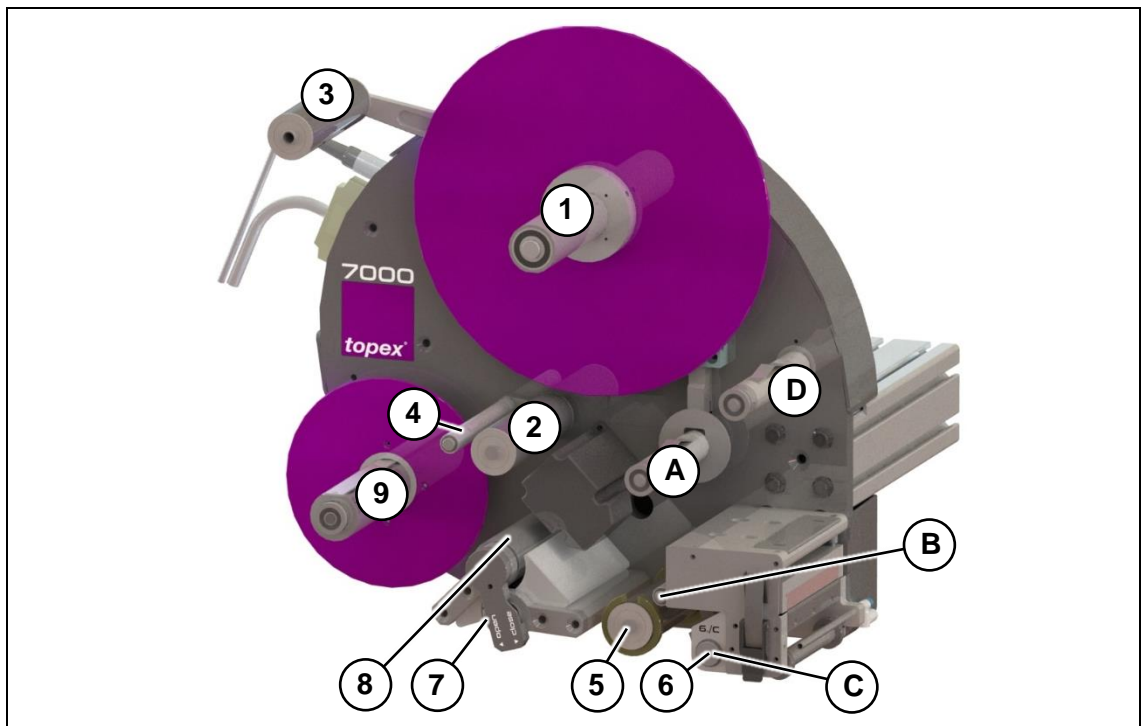
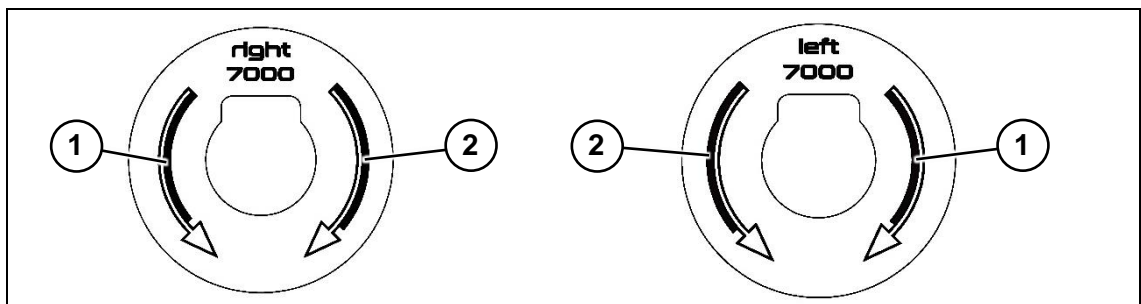
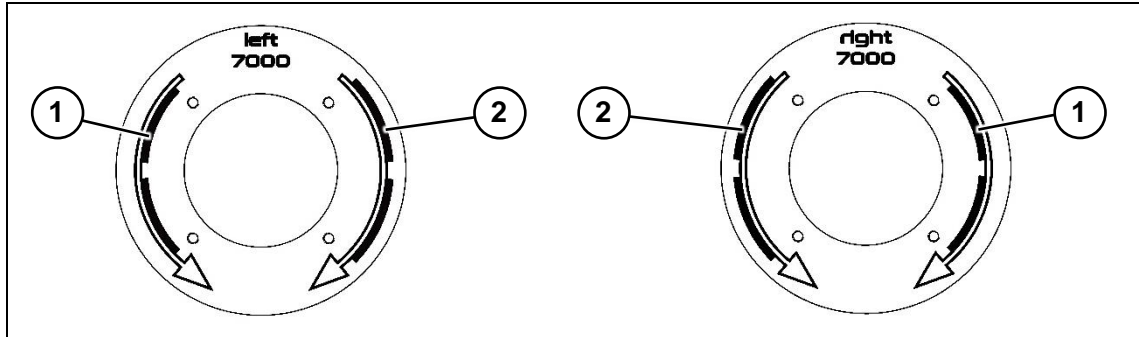

Abbildung 14 Beschriftung der Rollen
Abbildung 15 Anschlagring für die Transferfolie (right = rechts, left = links)
Abbildung 16 Kernträger für die Etikettenrolle (right = rechts, left = links)
Die Auf- und Abwickelrollen der Transferfolie (Abbildung 14, Pos. A und D) sind mit Anschlagringen versehen. Der Anschlagring der Rolle A ist mit der entsprechenden Laufrichtung und Ausführung beschriftet (innengewickelt - Abbildung 15, Pos. 1 oder außengewickelt - Abbildung 15, Pos. 2) siehe Einfädelschema, welches dieser Dokumentation beiliegt.
Die Abwicklung (Abbildung 14, Pos.1) der Etikettenrolle ist mit einem Kernträger versehen. Dieser ist mit der entsprechenden Laufrichtung und Ausführung beschriftet. (innengewickelt - Abbildung 16, Pos. 1 oder außengewickelt - Abbildung 16, Pos. 2)
- 4 Ziehen Sie das Etikettenband gemäß dem Einfädelschema bis zur Trägerpapieraufwicklung vor. Beachten Sie hierbei die Nummerierung der Rollen (siehe Abbildung 14)
- 5 Legen Sie die neue Transferfolie gemäß dem Einfädelschema ein. Beachten Sie hierbei die Beschriftung der Rollen von A-D (siehe Abbildung 14) sowie die Beschriftung auf dem Anschlagring (siehe Abbildung 15).